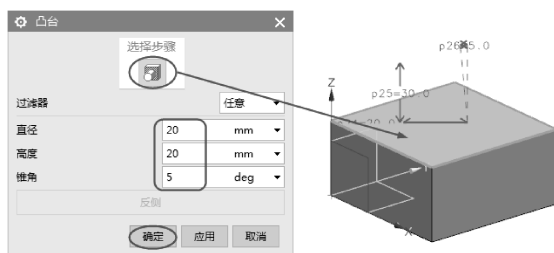

图 6-61 选择放置面并设置凸台参数
- 03 单击【凸台】按钮，打开【凸台】对话框。选择一个放置面，生成凸台预览，然后设置凸台参数，如图 6-61 所示。